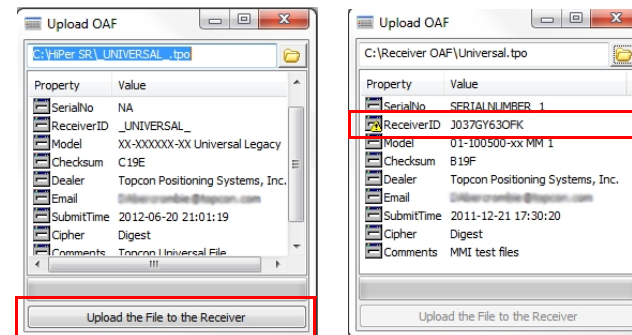
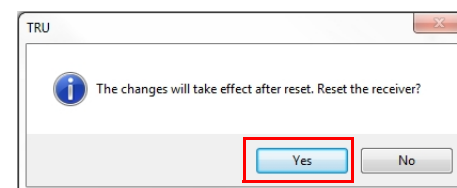

Рис. 12: Проверка совместимости OAF
Рис. 13: Перезагрузка приемника
- Нажмите **Загрузить файл на приемник** (Рис. 12), чтобы начать загрузку файла. При загрузке файла OAF на приемник TRU предложит перезагрузить приемник для включения новых опций авторизации (Рис. 13).